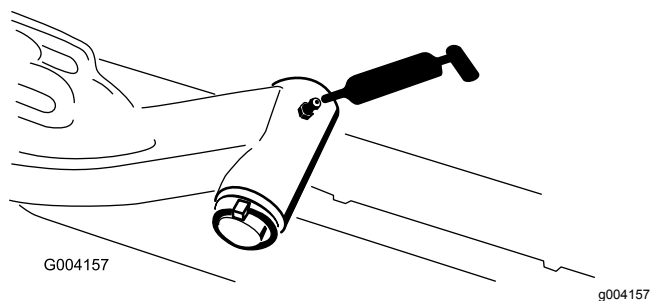

Figura 66
- Veio da articulação do braço de elevação (1 cada) (Figura 66)